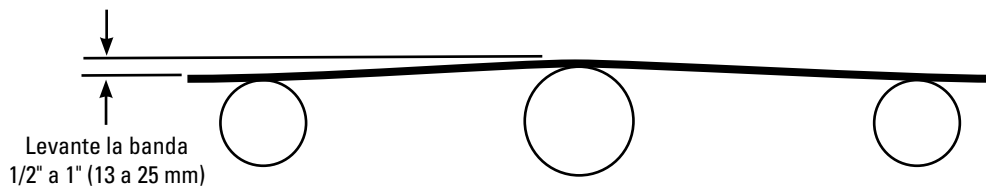

Fig. 5
- Determine la altura o caída del rodillo del rodillo principal y del rodillo de alineación.** Con los soportes de montaje ajustables modifique la altura de la unidad para permitir una elevación de 1/2" a 1" (13 a 25mm) en la banda (Fig. 5). Levantar la banda a una posición más alta restringe el movimiento de pivote/inclinación.